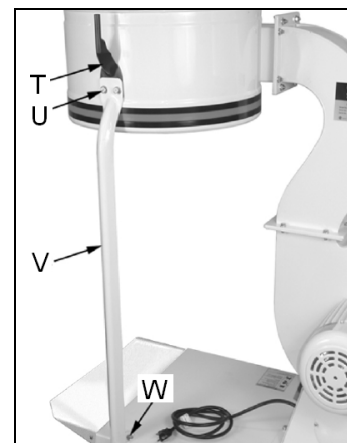

Fig 7
Monter chaque tige de soutien (V, Fig 7) avec 2 vis hexagonales (W) et des rondelles.